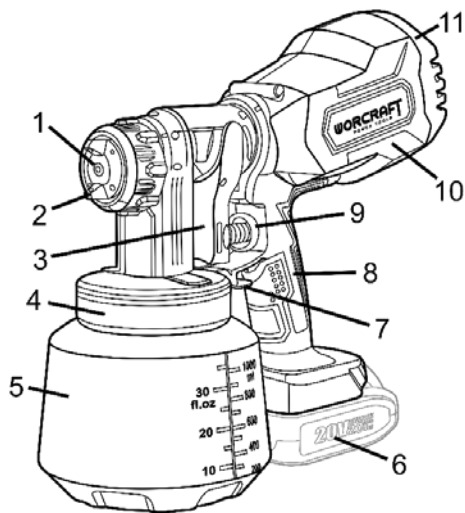
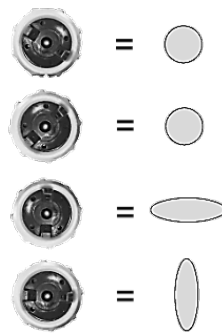

Рисунок 1
Рисунок 4
Приєднайте блок розпилення до корпусу електродвигуна (10, рисунок 1), вирівнявши проріз з відповідним виступом у корпусі. Поверніть блок розпилення відносно корпусу, за годинниковою стрілкою до упору, поки важіль (7, рисунок 1) надійно не зафіксує блок (дивіться рисунок 2).
Для від'єднання блока розпилення необхідно спочатку притиснути важіль його фіксації (7, рисунок 1) вниз, перевірити блок проти годинникової стрілки та витягнути його з посадкового місця (дивіться рисунок 3).
УВАГА! Перед початком робіт з виробом переконайтеся, що блок розпилення надійно зафіксований в корпусі, а ємність для фарби (5, рисунок 1) герметично закрита кришкою (4, рисунок 1).
4.3 Наповніть ємність (5, рисунок 1) робочим матеріалом та приєднайте її до кришки (4, рисунок 1).
4.4 Під'єднайте акумуляторну батарею (6, рисунок 1) до нижньої частини рукоятки виробу (8, рисунок 1) до характерного «кляцання». Перевірте надійність встановлення батареї.
4.5 Для увімкнення виробу натисніть на пускову клавішу (3, рисунок 1), і за допомогою регулятора (9, рисунок 1), налаштуйте потрібний рівень інтенсивності розпилення. Щоразу, при натисканні пускової клавіші, рівень інтенсивності розпилення буде відповідати обраному.
4.6 За допомогою регулятора (2, рисунок 1) оберіть необхідну форму (круглу або еліптичну) й орієнтацію (вертикальну або горизонтальну) факела (дивіться рисунок 4).
- відкрутіть кришку повітряного фільтра (11, рисунок 1), витягніть сам фільтр, промийте його спочатку в мильному розчині, а потім під проточною водою. Відіжміть фільтр не викручуючи його та повісьте для просушування. Перед наступним використанням вставте висушений фільтр і прикрутіть кришку (11, рисунок 1) на місце.